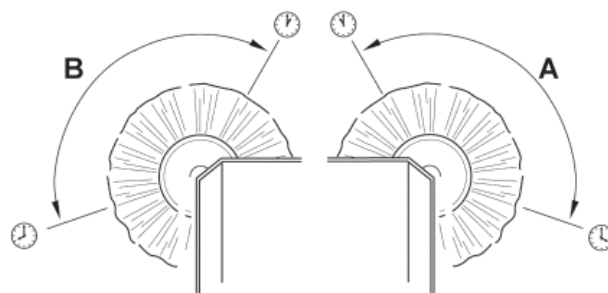
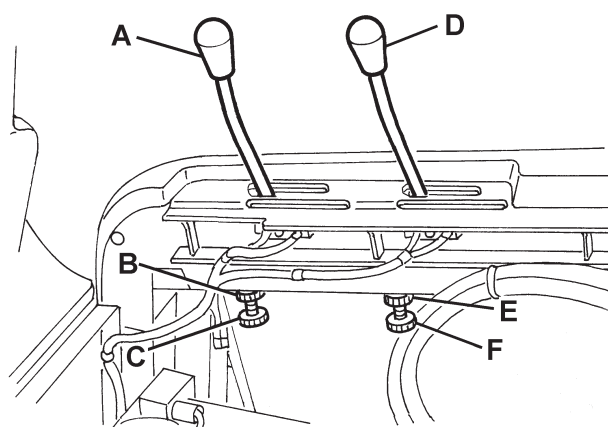

Figure 9
Figure 10
- Contrôler que les traces laissées par les balais latéraux sont, en extension et orientation, comme indiqué dans la figure (A et B, Fig. 9).
2. Activer le frein de stationnement au moyen de la pédale (75) et du levier (68).
3. Tourner la clé de contact (69) sur "0".
4. Ouvrir le coffre (22) et le bloquer au moyen de la tige de support (36).
5. **Pour le balai latéral droit**, agir sur le renvoi du levier (A, Fig. 10) en dévissant l'embout (B) et en réglant le dispositif de réglage (C) jusqu'à obtenir la trace correcte (A, Fig. 9). Enfin, bloquer le dispositif de réglage au moyen de l'embout (B, Fig. 10).
- Pour le balai latéral gauche**, agir sur le renvoi du levier (D, Fig. 10) en dévissant l'embout (E) et en réglant le dispositif de réglage (F) jusqu'à obtenir la trace (B, Fig. 9). Enfin, bloquer le dispositif de réglage au moyen de l'embout (E, Fig. 10).